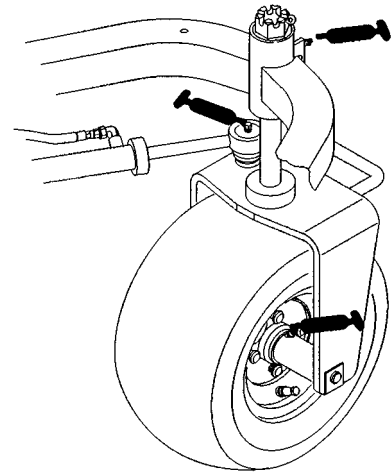
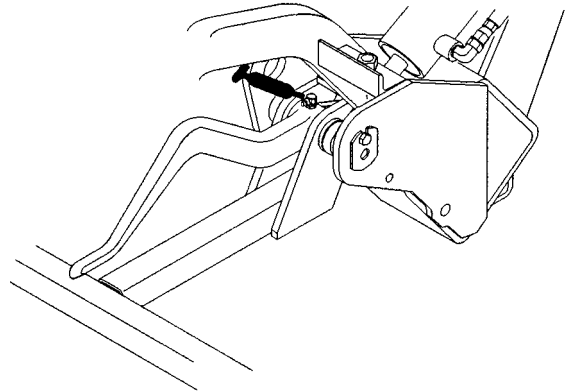
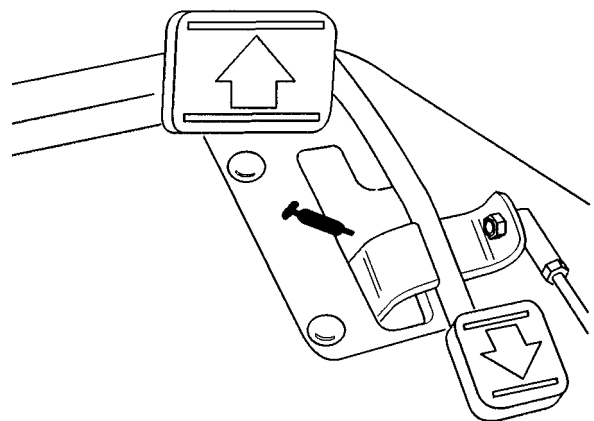

Bild 15
Bild 16
Bild 17
Die Lager und Büchsen der Zugmaschine, die abgeschmiert werden müssen, sind: Radnabe hinten (1), Laufrollenlager (1), Lenkzylinder (2) (Bild 15), Hubarme (3) (Bild 16), Fahrpedalgelenk (1) (Bild 17).